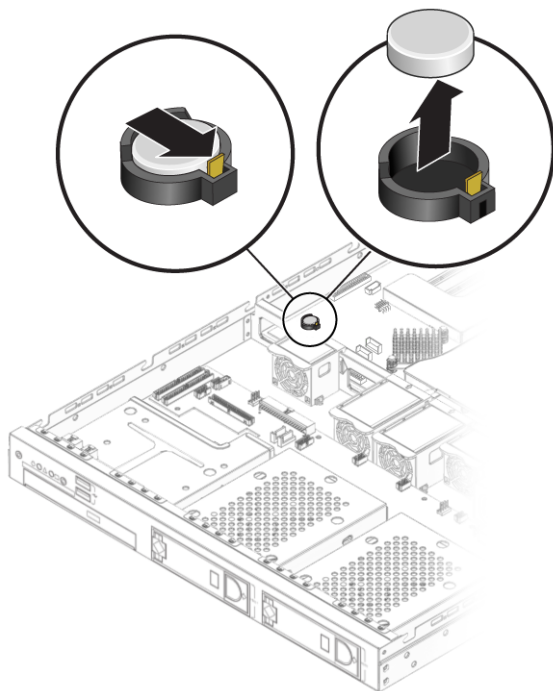

ABBILDUNG 4-28 Entfernen der Systembatterie
2. Entfernen Sie die Systembatterie, indem Sie die Batterie zurückschieben und sie aus der Halterung nehmen (Position siehe ABBILDUNG 4-28).